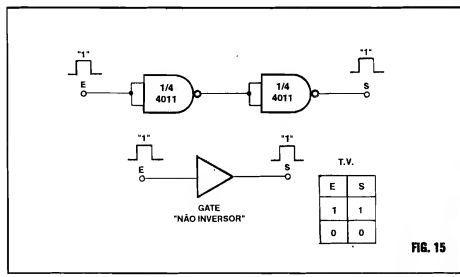

FIG. 15
- FIG. 15 - OUTROS "TRUQUES" COM GATES C.MOS... - Vocês se lembram que, na "Aula" anterior (20) foi dito e mostrado que o bloco digital lógico mais simples que existe é o chamado **gate NÃO INVERSOR**, cujo símbolo é aquele simples "triângulo", sem a "bolinha inversora" na ponta correspondente ao terminal de Saída... Também vimos que um *gate* desse tipo elementar, sempre mostra em sua Saída um estado ou nível digital **idêntico** ao aplicado à sua Entrada... Aparentemente (apenas "aparentemente"...), trata-se de um bloco que "não faz nada" (afinal, para que serve um negócio no qual *enfiar-se uma banana na Entrada, e obtêm-se, na Saída, a mesma banana*...?). As coisas, porém vão mais além do que percebemos à primeira vista...! Explicando: um bloco